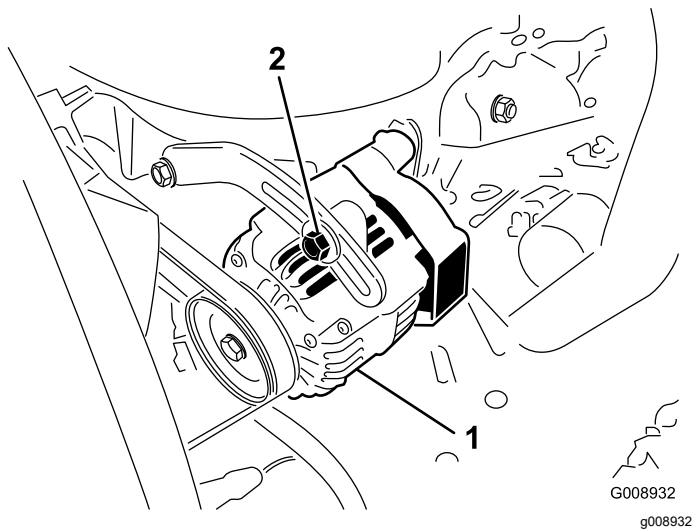

Figure 62
- Si vous n'obtenez pas une flèche de 10 mm ($\frac{3}{8}$ po), desserrez les boulons de fixation de l'alternateur (Figure 62).